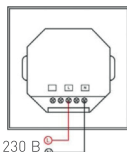

Рис. 2. Подключение панели к сети AC 230 В.
- 3.3. Подключите провода от сети AC 230 В к соответствующим клеммам панели: L — фаза, N — ноль (см. рис. 2).